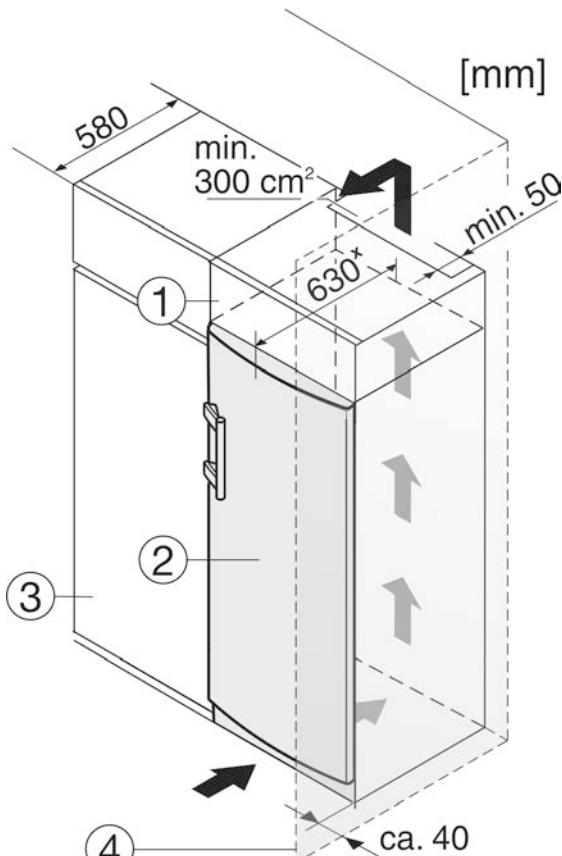

Fig. 9
(2) Устройство
(3) Кухонный шкаф
(4) Стенка
Устройство может быть окружено предметами кухонной обстановки. Чтобы уравнять устройство Fig. 9 (2) по высоте с кухонной стенкой, можно установить над устройством соответствующий дополнительный шкафчик Fig. 9 (1).
При комбинировании с кухонными шкафами (глубина макс. 580 мм) устройство можно установить непосредственно рядом с кухонным шкафом Fig. 9 (3). Устройство выступает сбоку на 34 мм^x и по центру на 50 мм^x относительно передней стенки кухонного шкафа.
Если устройство установлено на шарнирах у стены Fig. 9 (4), то расстояние между устройством и стеной должно быть не менее 40 мм. Настолько выступает ручка при открытой дверце.